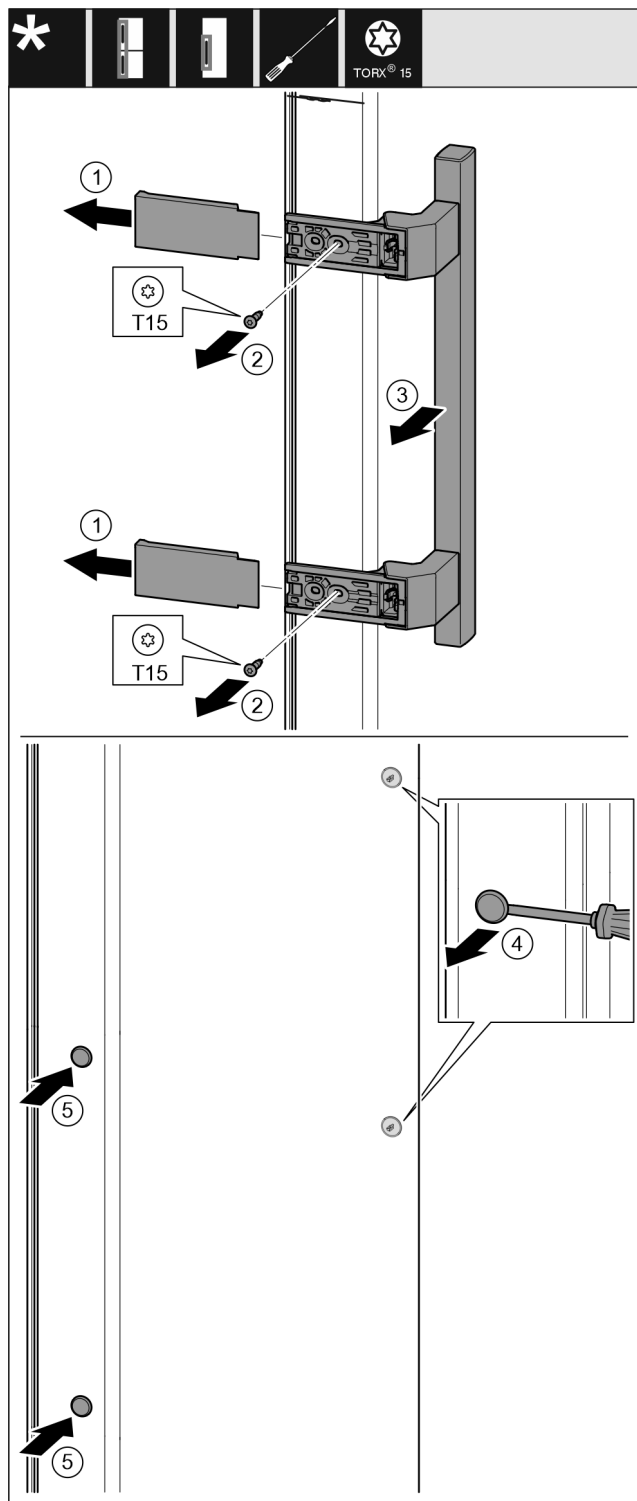

Fig. 14
- Stiahnite kryt. Fig. 14 (1)
- Skrutkovačom Torx 15 vyskrutkujte skrutky. Fig. 14 (2)
- Odoberte držadlo. Fig. 14 (3)
- Plochým skrutkovačom opatrne nadvihnite a vyberte bočnú zátku. Fig. 14 (4)
- Zátku opäť nasadte na druhú stranu. Fig. 14 (5)